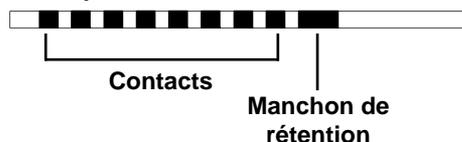

Figure 25. Manchon de rétention
*Remarque : le manchon de rétention est facilement reconnaissable parmi les contacts de par sa longueur (Figure 25).*